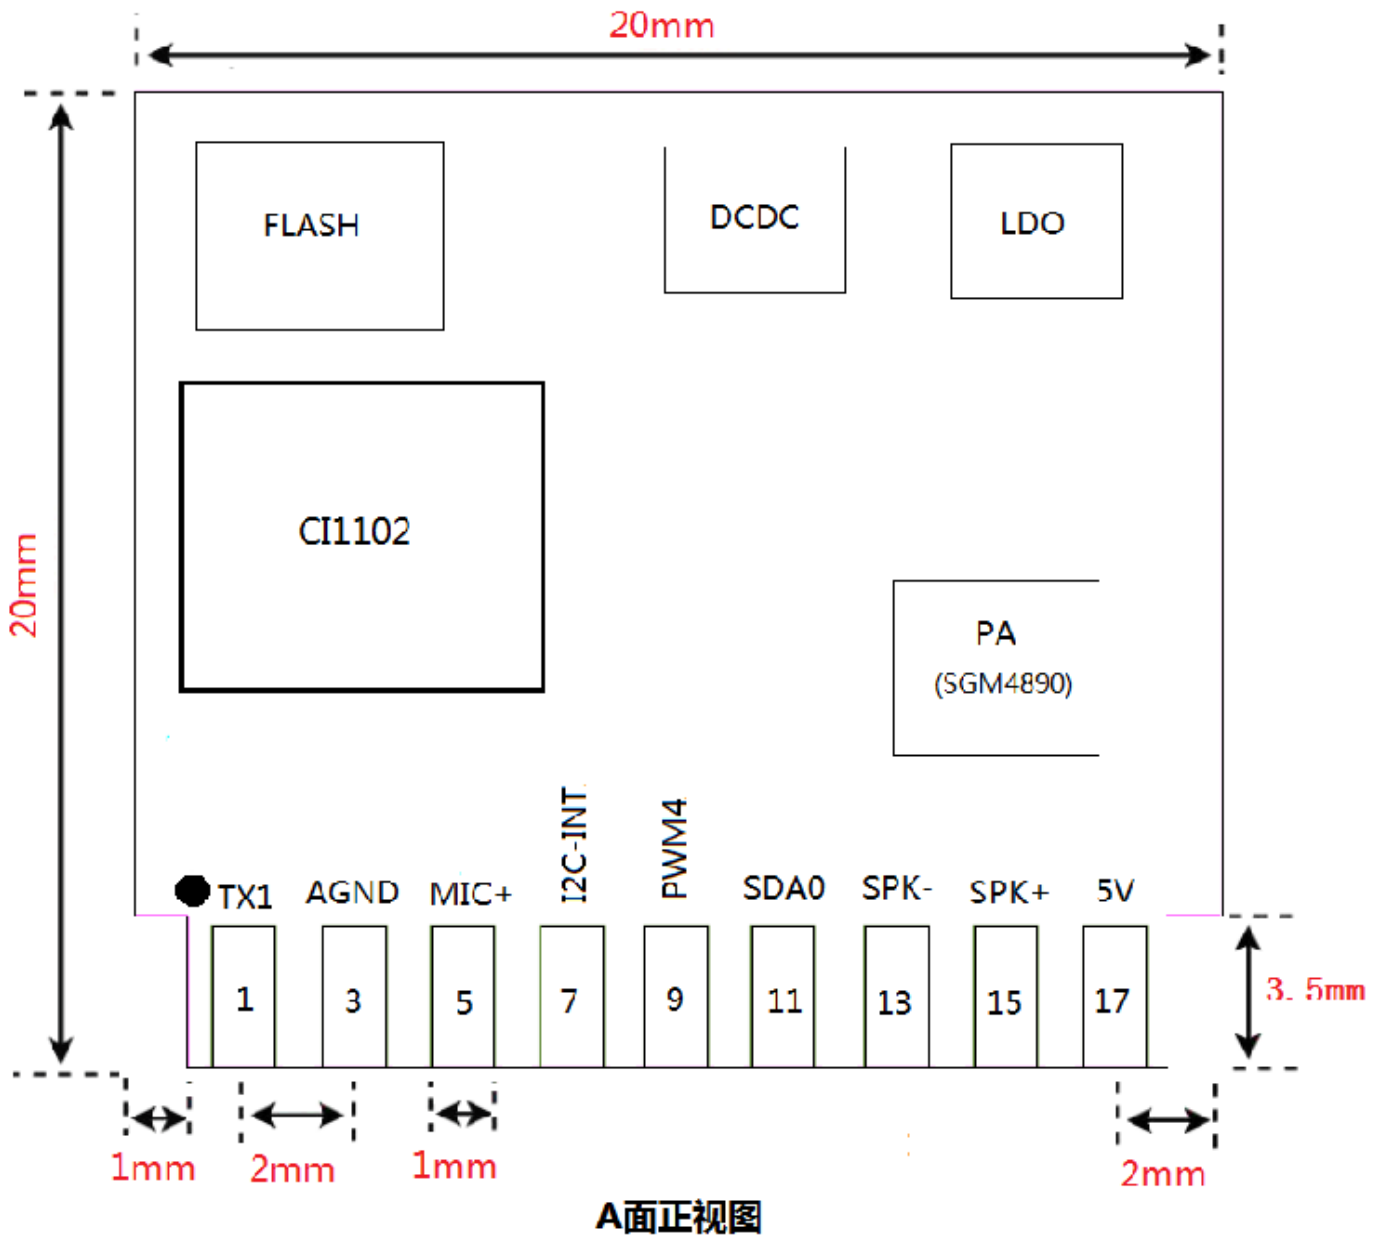
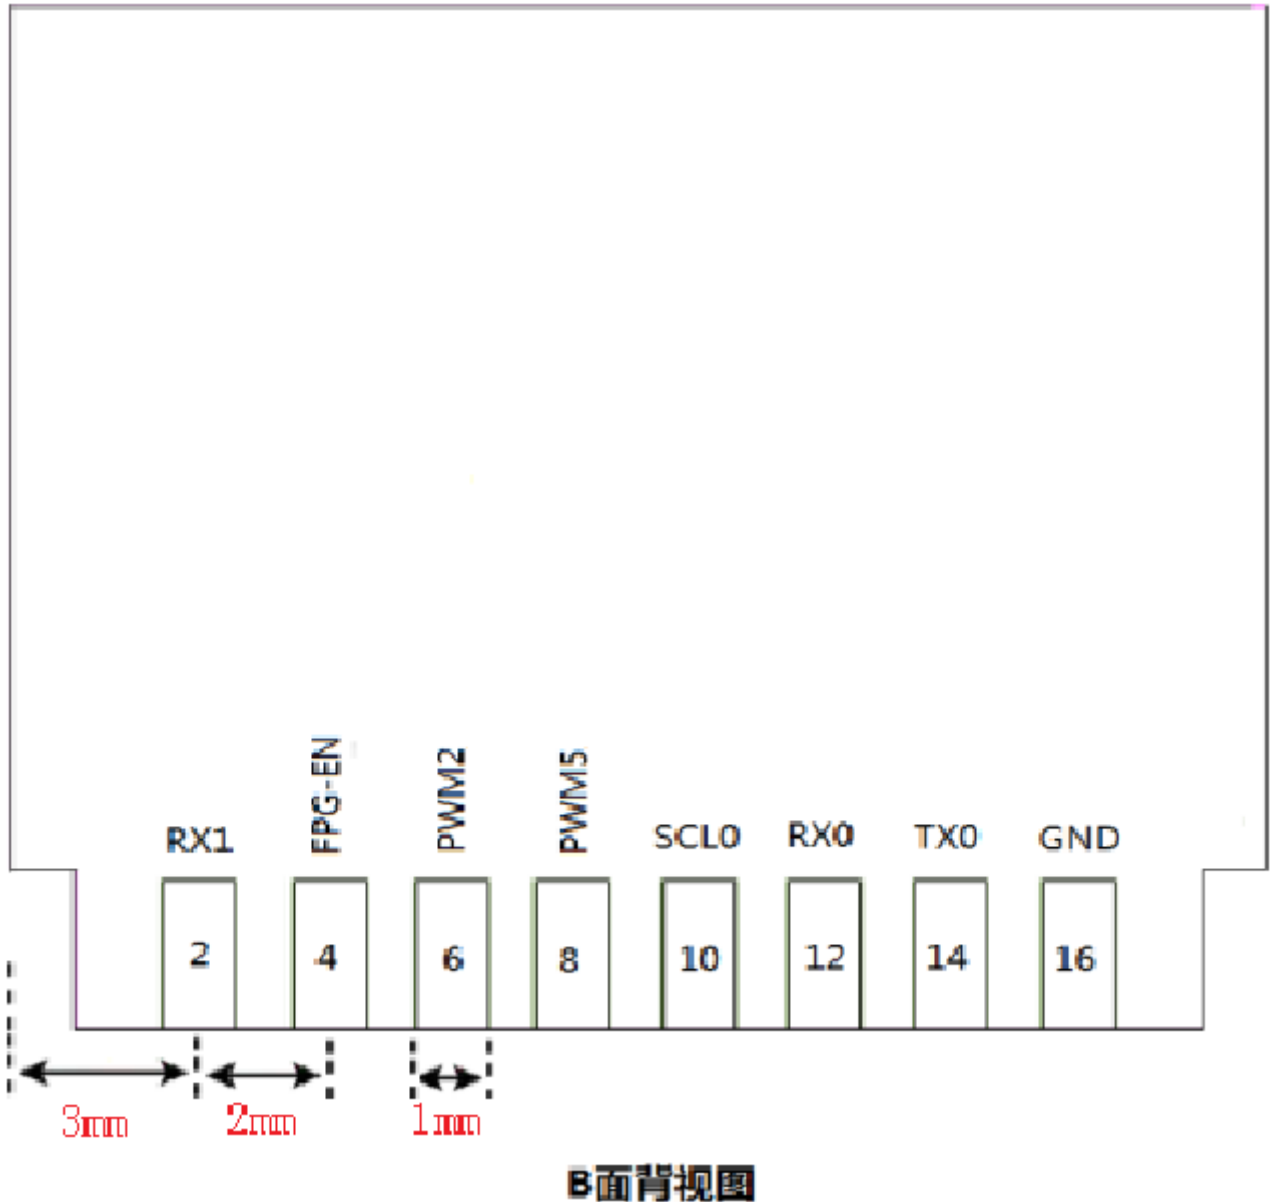

图5 模块A面尺寸及引脚定义图
图6 模块B面尺寸及引脚定义图
如图5、图6所示，模块形状为正方形，尺寸为 $20\pm 0.15\text{mm}\times 20\pm 0.15\text{mm}$ ，PCB板厚为 $1.0\pm 0.1\text{mm}$ ，模块总厚度为 $3.1\pm 0.1\text{mm}$ ，用户可根据此尺寸设计结构。
3. UART0接口可用于模块固件升级，底板上请设计对应的插针方便后续升级；UART1接口与主控MCU通讯，PWM信号主要应用于灯控和红外控制信号收发，引脚顺序请参考图5和图6。本模块的所有UART接口均可配置为GPIO口。